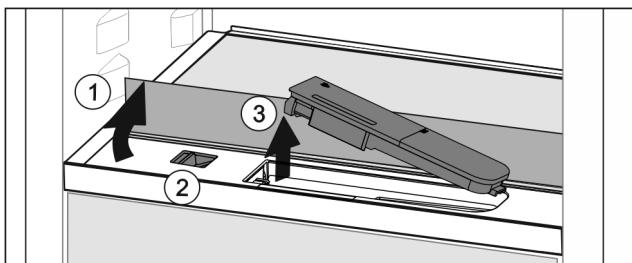

Fig. 138
- Nadvhynite sklenú dosku a až na doraz ju sklopte dozadu Fig. 138 (1).
- Potlačte posúvač Fig. 138 (2) doľava.
- Vyberte nádržku na vodu Fig. 138 (3).